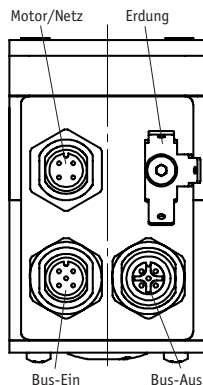

Abb. 6: Geber absolut
Durch öffnen der Kreuzschlitzschrauben (1) (siehe Abb. 6+7) gelangt man zu den Tiptasten.